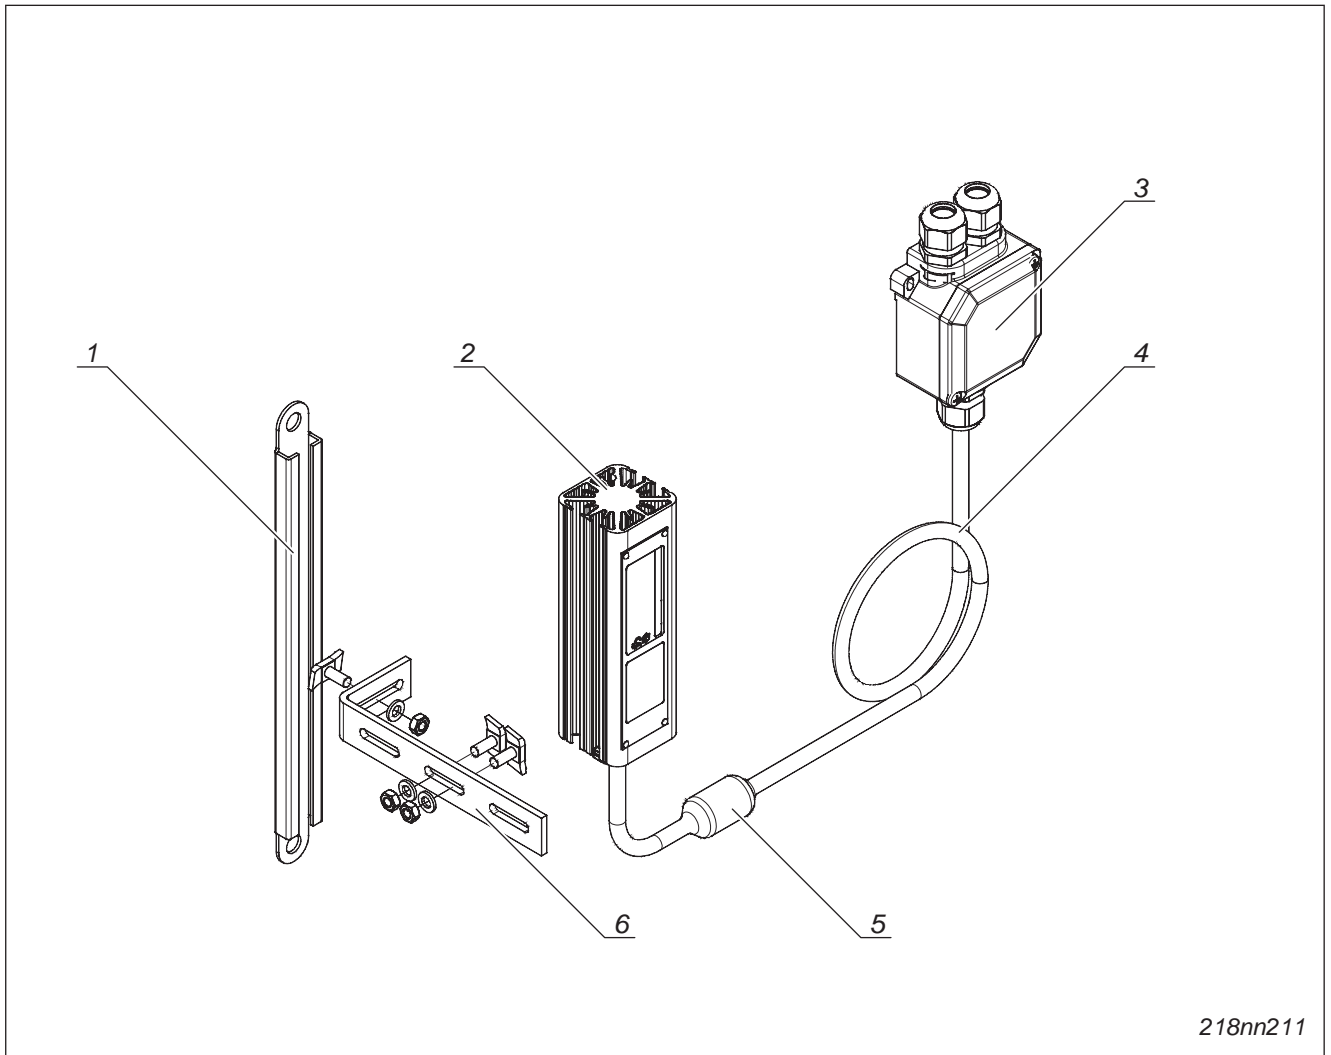

Fig. 3-17 Schaltschrankheizung
2. Heizkörperbefestigung (→ Seite 3-71, Fig. 3-17, Pos. 6) lösen.